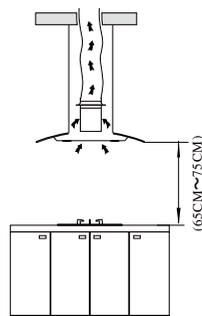
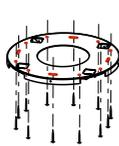

Рис. 1
Рис. 3
1. Вытяжка должна быть установлена на расстоянии 65-75 см от варочной поверхности, см. рис.1.
3. Для целей безопасности, потолок должен выдерживать не менее 120 кг, и толщина потолка – более 30 мм. Сделайте отверстие в потолке диаметром 170 мм, см. рис. 3.
5. Согласно рис. 1 и рис.3, рассчитайте длину пластины. Используйте 16 шурупов M4x10 и гнездо M4 с уплотнителем для установки пластины-усилителя и второй угловой пластины (нахлест угловой пластины должен быть не менее 100 мм).